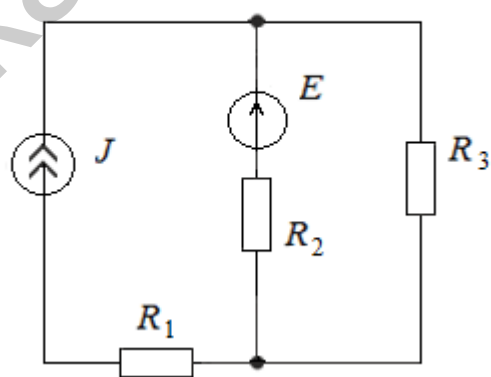

Рис. 105
38. Определить токи в ветвях схемы (рис. 105) методом наложения, если $J = 5 \text{ А}$, $E = 20 \text{ В}$, $R_1 = 2 \text{ Ом}$, $R_2 = 6 \text{ Ом}$, $R_3 = 4 \text{ Ом}$.